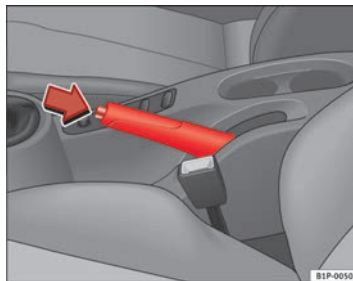

Abb. 129 Handbremse zwischen den Vordersitzen
⇒ **Abb. 129**.
- Ziehen Sie den Hebel etwas nach oben, drücken Sie die Entriegelungstaste in Pfeilrichtung ⇒ **Abb. 129** und führen Sie den Handbremshebel ganz nach unten ⇒ **△**.